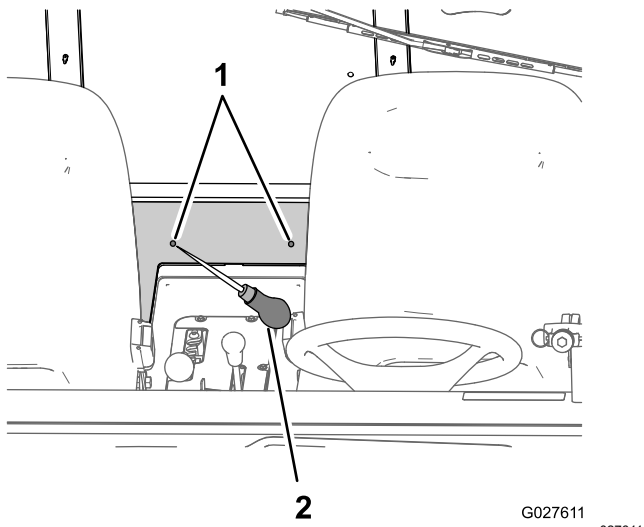

Bild 17
4. Machen Sie mit einem Dorn oder Stanzer ein Loch in die innere Schaumplatte (Bild 17) an den Lochstellen, die Sie in Schritt 3 identifiziert haben.